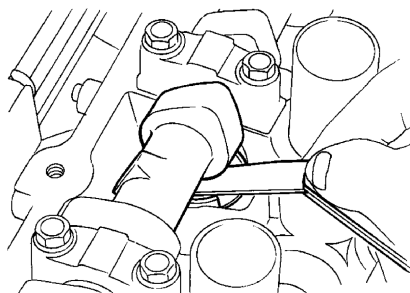

图 3-20 测量气门间隙
② 使用塞尺测量气门挺柱和凸轮轴之间的间隙, 如图 3-20 所示。